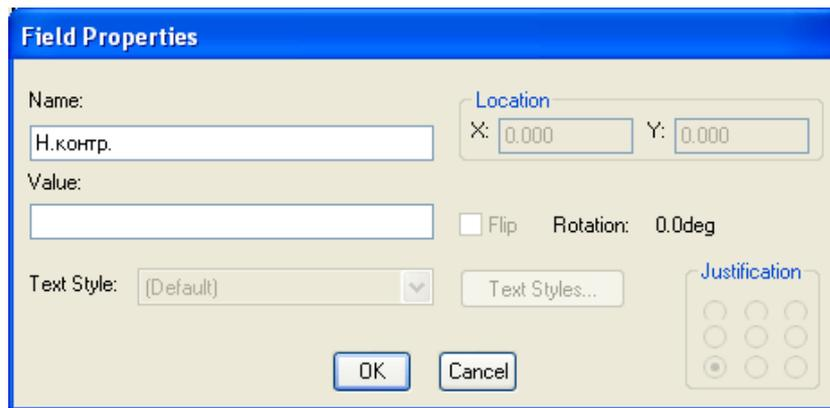

Рисунок 5.4 - Задание имени нового поля
- На панели **Field Properties** (свойства поля) (см. рис. 5.4) в окне **Name** (имя) напечатать **Н. контр**. Окно **Value** (значение) оставить пустым.
¹¹ Текущий стиль текста в списке стилей отмечается символом «*» (звездочка) и его название указывается в строке **Current Text Style** в верхней части панели **Current Text Style** (см. рис. 5.4).